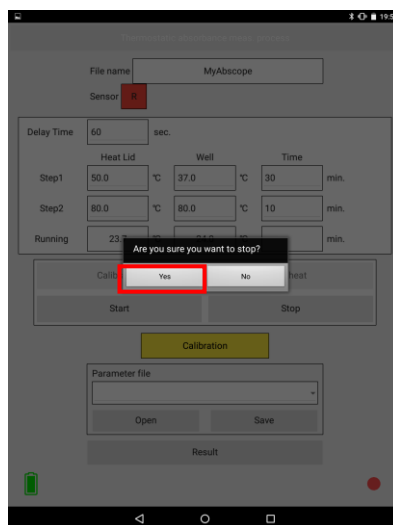

図 4-13：処理中止確認画面
光量キャリブレーション途中で処理を中止したい場合は、図 4-7⑦の処理停止ボタンをタップしてください。図 4-13 のように「Are you sure you want to stop?」と中止確認されますので、“Yes”を選択してください。“No”を選択した場合、光量キャリブレーション処理は中止されません。